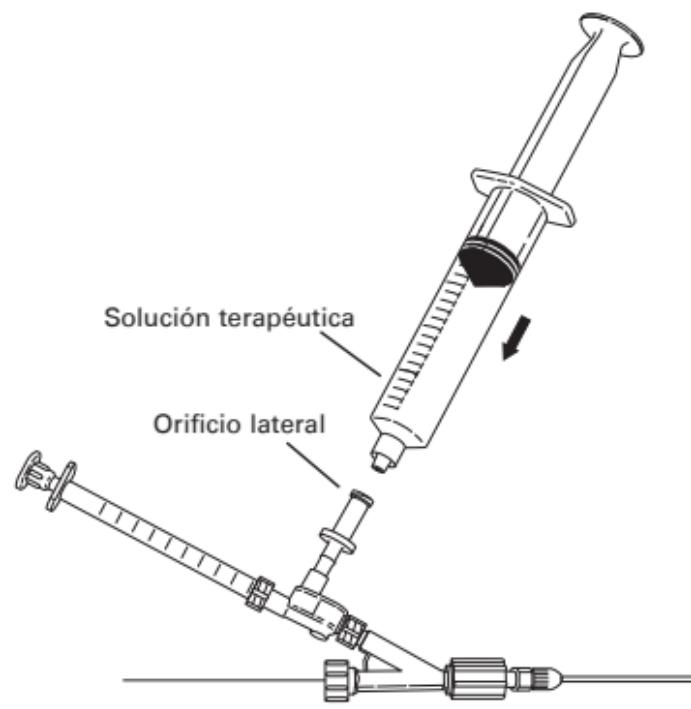

Fig. 7
9. Para iniciar el procedimiento de la administración de solución terapéutica deseada, retire la jeringa de 20 ml con solución salina heparinizada y deje un poco de solución en el acoplamiento del orificio lateral. Antes de conectar otra jeringa llena de fluido al orificio lateral, asegúrese de que se han purgado todas las burbujas de aire. Vuelva a conectar la jeringa con solución terapéutica. (Fig. 7)